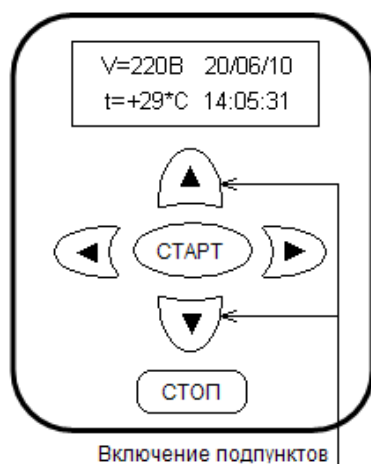

Рис. 5.
Для проверки установленной информации, температуры окружающей среды и напряжения питания, основной пункт имеет три информационных подпункта, которые включаются кнопками «БОЛЬШЕ», «МЕНЬШЕ». Пример приведен на рис. 5 - 7. На экран выводится: в первом подпункте - напряжение питания (V), дата в виде число/месяц/год, температура окружающего воздуха (t) в градусах Цельсия, текущее время в виде часы:минуты:секунды, во втором - код сварщика (K=), код объекта (O=), диаметр (D=), тип фитинга (ТИП=) в третьем - напряжение и частота питающей сети.